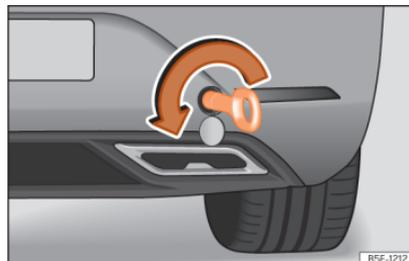

Fig. 55 No lado direito do para-choques traseiro: argola de reboque enroscada.
- Enrosque a argola de reboque no alojamento girando-a ao máximo **no sentido contrário ao dos ponteiros do relógio** »» Fig. 55 »» ❶. Utilize um objeto adequado com o qual possa enroscar completa e firmemente a argola de reboque no seu alojamento.
❶ CUIDADO